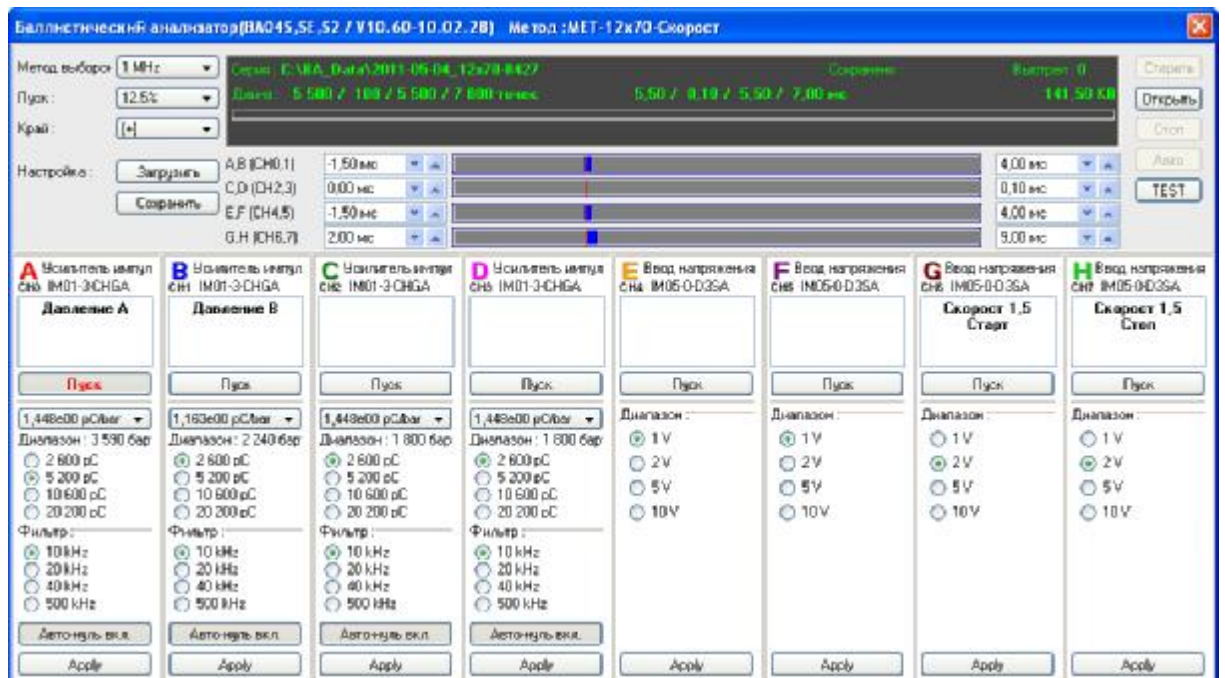

Рис.7.13 – Панель «Баллистический анализатор» – настройки
7.3.4.13 Нажать «Да». Отобразится панель «Баллистический анализатор» в которой устанавливаются параметры измерения баллистического анализатора ВА04S, смотри рисунок 7.13 Установленные параметры соответствуют последнему произведенному измерению